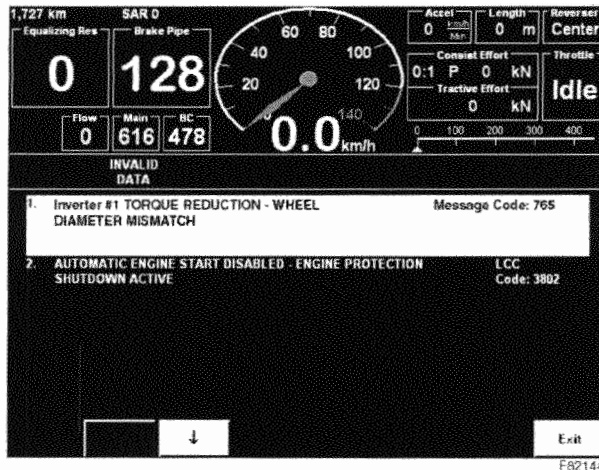

Figura 4-3. Fallas menores del inversor
- **Fallas menores del inversor:** La computadora de la locomotora reduce la solicitud del par de torsión al inversor afectado, reduciendo el esfuerzo total de tracción de la locomotora (exhibido en el panel del sistema FIRE del operador). Por ejemplo, el par de torsión (esfuerzo de tracción) se reduce en caso de diferencia en el diámetro de las ruedas por encima de los límites pre-establecidos. La computadora de la locomotora muestra un mensaje para la tripulación en el tablero del sistema FIRE del operador según se muestra en la Figura 4-3.